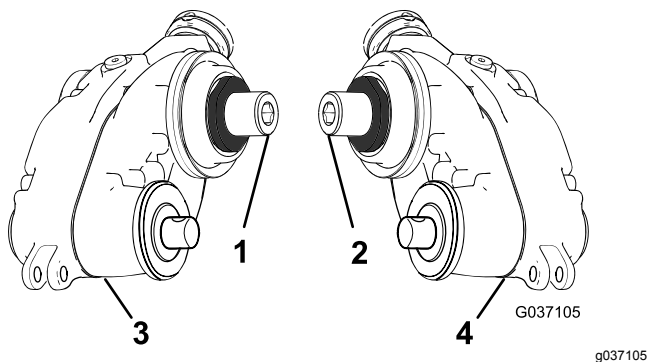

Figura 8
1. Identifique as caixas da transmissão do rastelo esquerdas e as caixas da transmissão do rastelo direitas; consulte Figura 8.